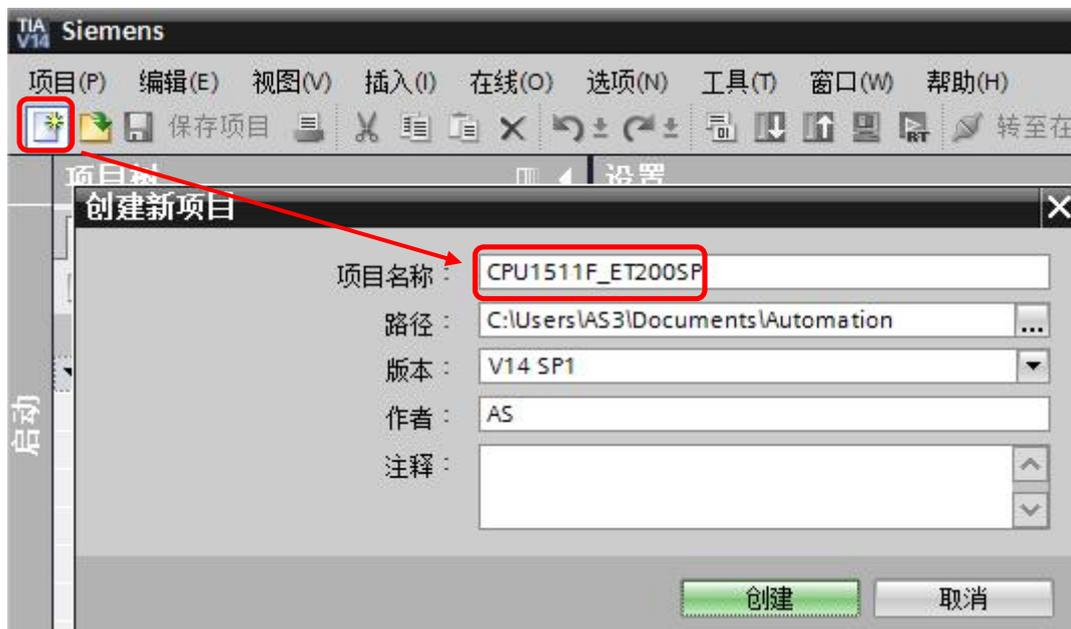

图 2-1 创建项目
- 1) 点击“新建项目”输入项目名称（CPU1511F\_ET200SP），点击“OK”，完成项目创建，如图 2-1 所示。